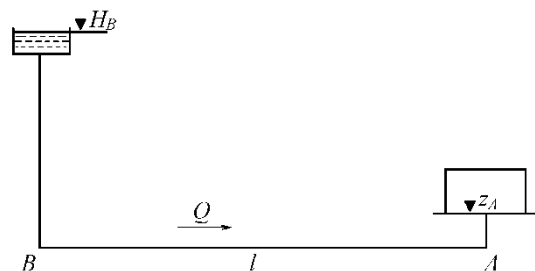

Рис. 2
3. Определить диаметр трубопровода для подачи 15 л/с воды от водонапорной башни В до предприятия А (рис. 2) при длине трубопровода  $l = 1000$  м, отметке уровня воды в башне  $H_B = 32$  м, геодезической отметке в конце трубопровода  $z_A = 2$  м и свободном напоре  $H_{св} \geq 12$  м, если трубы:
Перепад уровней в пьезометрах до сужения ( $D_1 = 0,1$  м) и в узкой горловине ( $D_2 = 0,05$  м) в трубе круглого сечения, в которой установлен водомер Вентури, составляет 0,4 м. Ускорение свободного падения принять равным  $10 \text{ м/с}^2$ ,  $\pi = 3,14$ . При входе в узкую горловину водомера, приведенного на рис. 2,
Перепад уровней в пьезометрах до сужения ( $D_1 = 0,1$  м) и в узкой горловине ( $D_2 = 0,05$  м) в трубе круглого сечения, в которой установлен водомер Вентури, составляет 0,4 м. Ускорение свободного падения принять равным  $10 \text{ м/с}^2$ ,  $\pi = 3,14$ . На рис. 2 постепенное расширение называется...